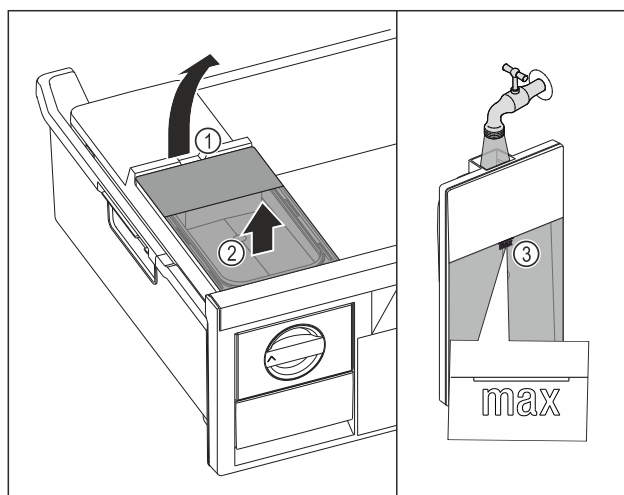

Fig. 121
- ▶ Løft vandtanken op til udsparringen Fig. 121 (1).
- ▶ Tag vandtanken ud fra oven. Fig. 121 (2)
- ▶ Fyld vandtanken med drikkevand op til mærket Fig. 121 (3).